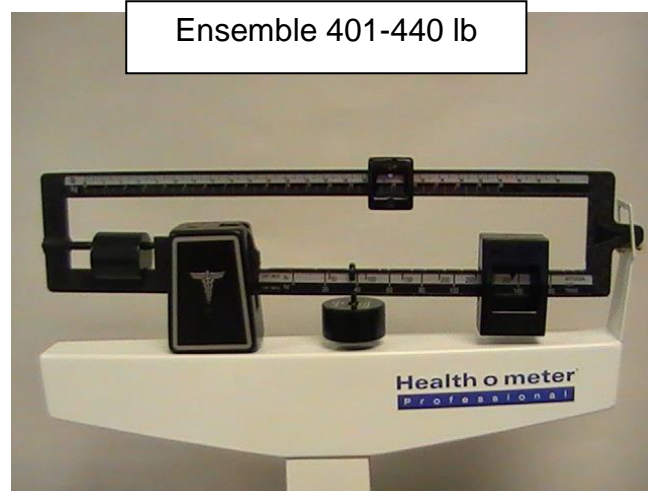

Figure 17
1. Lorsqu'un patient pèse entre 401-440 lb, placez le curseur inférieur à 300 lb. (voir la figure 17 à la page 19)